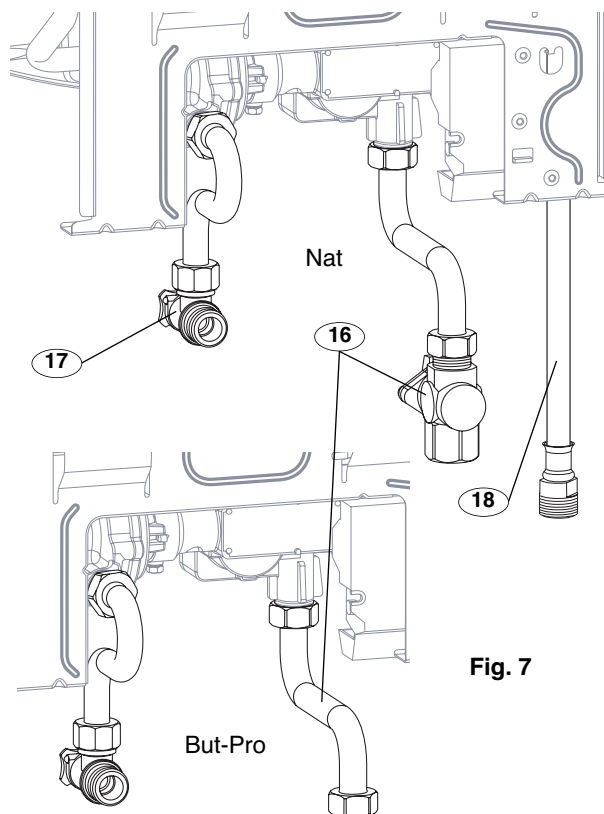

Fig. 7
Aansluiting voor aardgas (Fig. 7) :
Aansluiting voor butaan en propaangas (Fig. 7) :
Aansluiting van het koude water (Fig. 7) :
- een kraan (17) Ø 1/2 M / Ø 1/2 M.
Warmwater aansluiting via de slang (18) (Fig. 7) gemonteerd op het toestel.